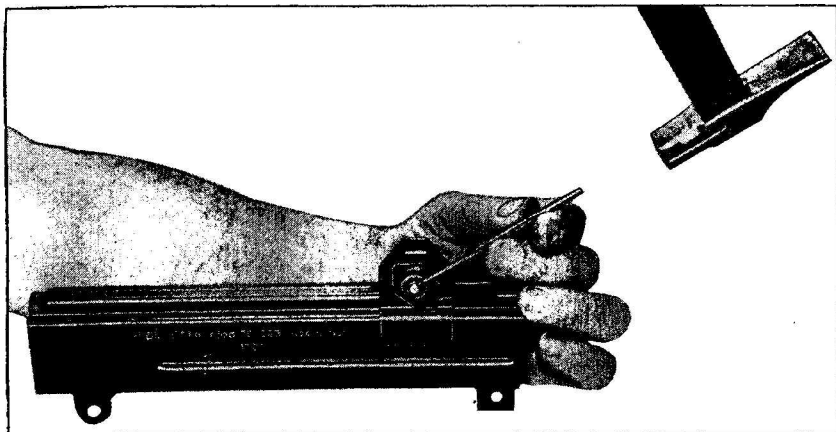

Fig. 77
1. con gli utensili 106 e 111 sfilare la spina elastica dal foro della vite diottra (fig. 77).
1. *with tools 106 and 111 drive out split pin from the hole in the aperture sight adjusting screw (figure 77).*